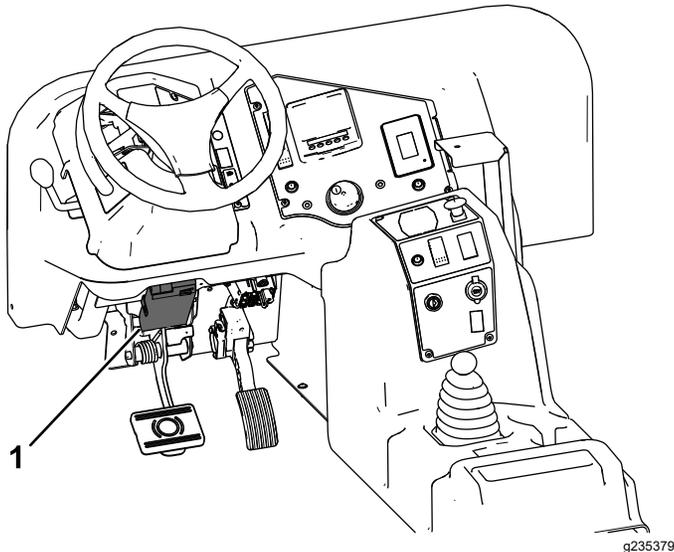

图 8
1. 用 2 个螺栓#10 x 7/8 英寸和螺母#10将制动控制器 **图 8** 安装到仪表板的左下区域。